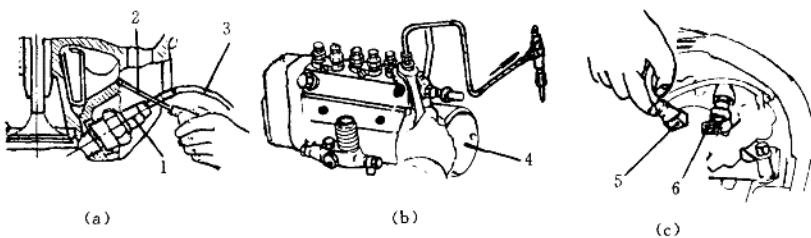

图 0-1 断火和断油法
(4) 停止某缸作功或突然让某缸作功法：停止某缸作功或突然让某缸作功，是发动机异响诊断最常用的方法之一，常使用的方法有断火、断油两种，见图 0-1。
①断火法：拔出某缸的高压分火线或用起子短路某缸的高压分火线，使火花塞不能产生火花，这种方法用于化油器式汽油发动机；
②断油法：拧松某缸的高压油管的接头螺母（用于柴油发动机）；拔下某缸喷油器的控制线（用于电控汽油喷射发动机）。
③恢复作功法：突然让某缸作功就是以上方法的逆过程。